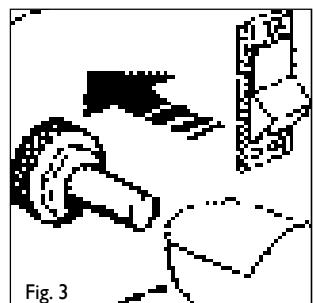

Fig. 3
- Carregar no botão da válvula de gás e várias vezes no do piezo-eletro à te que o bico de gás se acenda. (Fig. 3 - 4)